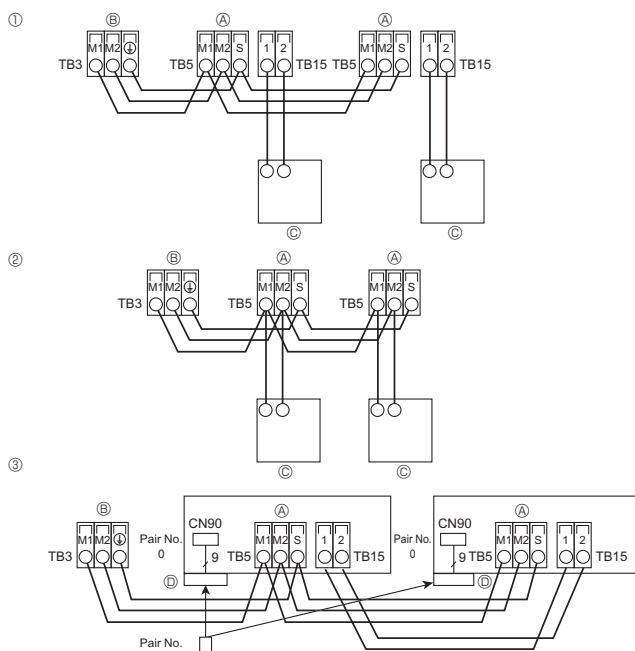

Fig. 4-3
④ 4 направления	2,5 м	2,7 м	3,5 м
③ 3 направления	2,7 м	3,0 м	3,5 м
② 2 направления	3,0 м	3,3 м	3,5 м
4.4. Подсоединение пульта дистанционного управления, кабелей передачи внутри и снаружи (Fig. 4-3)
- ① Пульт дистанционного управления “MA”
- ② Пульт дистанционного управления “M-NET”